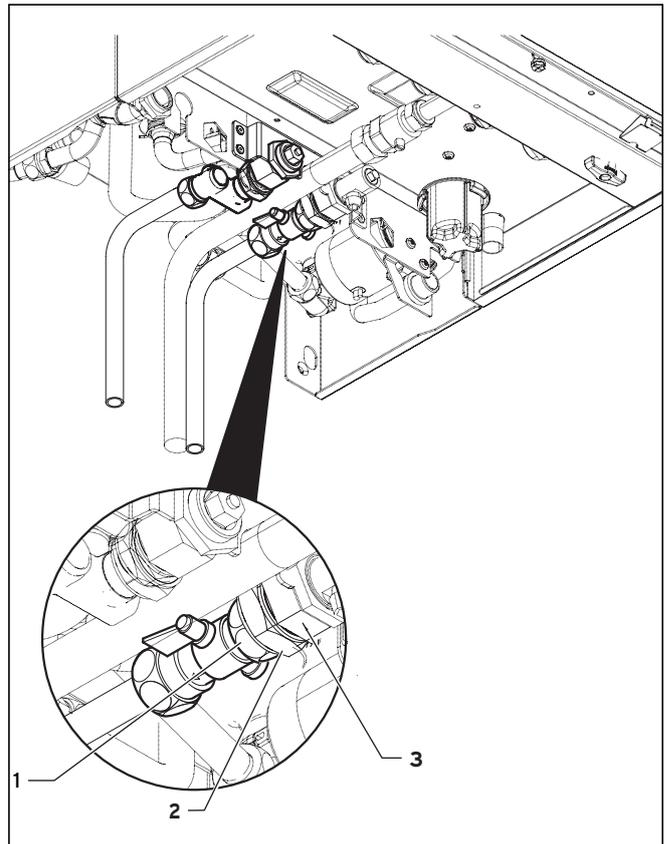

Abb. 8.1 Ausbau des Siebs im Kaltwassereingang
- Lösen Sie die Verschraubung (1) der Kaltwasserzuleitung.
- Lösen Sie die Verschraubung (3) am Anschlussstutzen (2).
Die Verschraubung (3) befindet sich oberhalb vom Anschlussstutzen (2) und ist in Abb. 8.1 nicht sichtbar.
- Bauen Sie den Anschlussstutzen (2) vom Chassis ab.